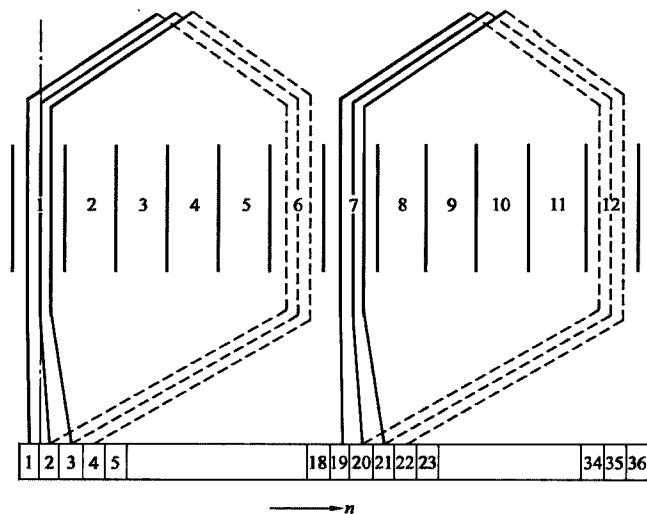

图 5-20 JIZ-10 型转子绕组展开图 (2)
3. JIZ-10 型转子绕组展开图 (2) (见图 5-20)